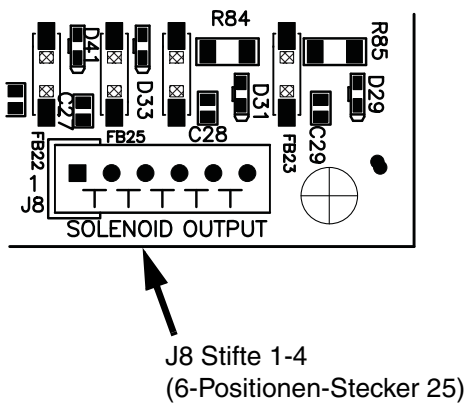

FIG. 10: RoboMix Stecker der J8-Steuerkarte
3. Verbinden Sie den 6-Positionen-Steckers (25) mit J8 auf der Steuereinheit. Siehe FIG. 10.